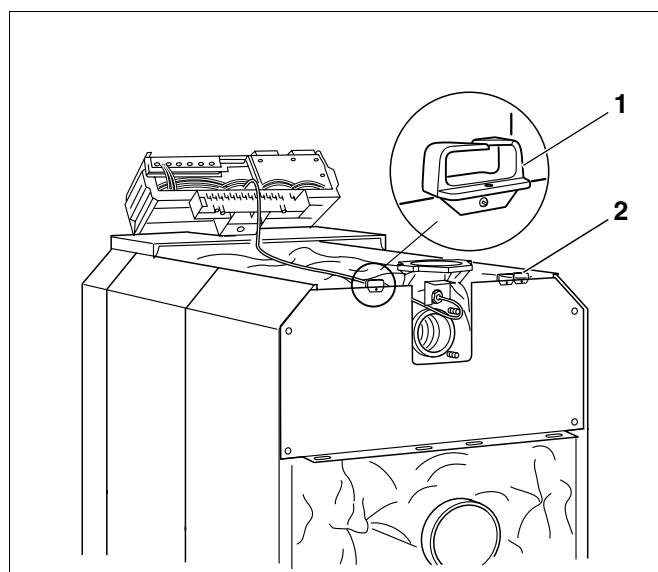

Fig. 61 Raccordement électrique
- Visser le passe-câbles (fig. 61, **pos. 1 et 2**) à gauche ou à droite sur la paroi arrière de la chaudière.